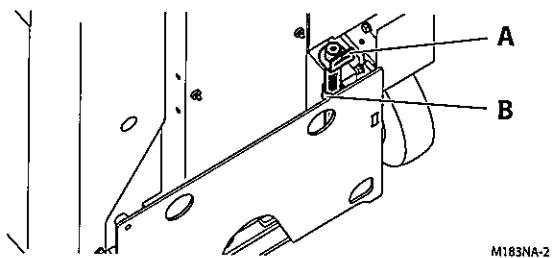

図 1-12
- 安全支柱を使わないときは、安全支柱(図1-12、A)は必ず格納位置(図1-12、B)に格納してください。